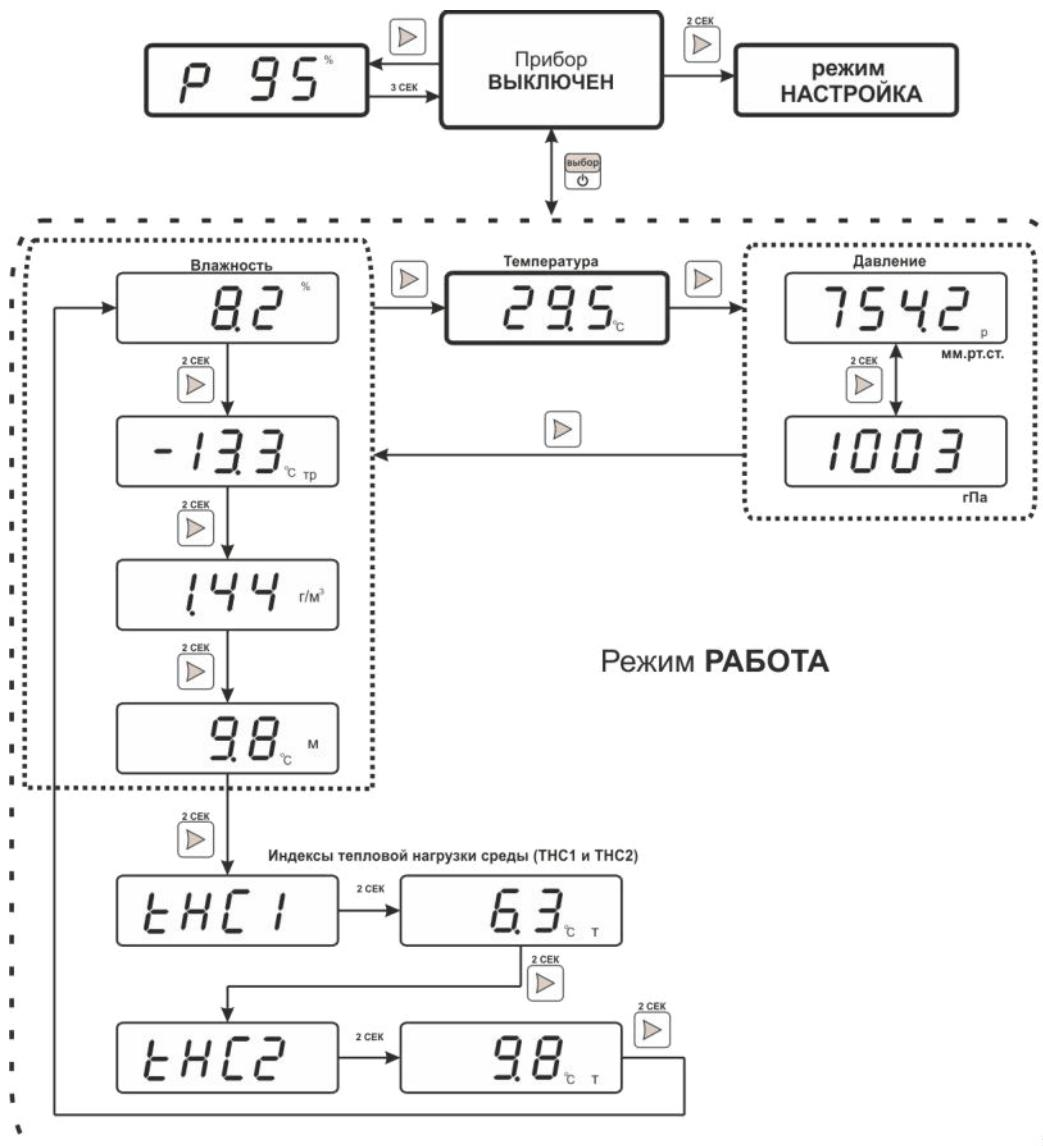

Рисунок 5.1 Режим РАБОТА ИВТМ-7 К-Д
- 4.6** Для определения индекса ТНС установить преобразователь ИПВТ-03-09 (чёрная сфера, см. **ПРИЛОЖЕНИЕ Г**, пункт **6**) на штатив-треногу (рекомендуется располагать черную сферу руководствуясь СанПиН 2.2.4.548-96), кнопкой  выбрать требуемый для расчета индекс (THC1 или THC2 (см. рисунок 5.1)), по истечении 15 минут зафиксировать показания прибора.